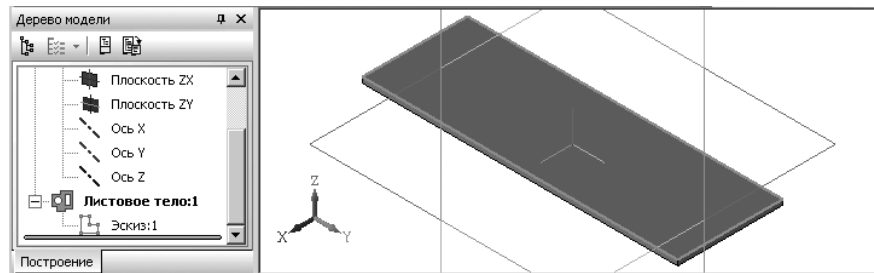

Рис. 7.96. Исходное листовое тело для построения подсечки с выделенной верхней гранью
- щелкните по верхней грани листового тела. Она выделится пунктирной линией и зеленым цветом. Пример такого состояния показан на рис. 7.96.